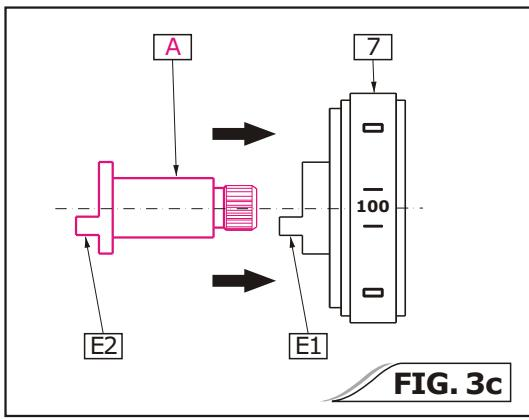

FIG. 3c
- 7) See fig. 3C: insert the temperature scale dial (7) onto the spline (S2) stem extension (A) making sure that the limiting block (E1) of the temperature scale dial (7) and limiting block (E2) of the stem extension (A) are in one axis with each other. **NOTE:** An offset of 1 tooth on the spline is allowed.
- 7) Vea fig. 3C: poner la escala (7) sobre la polichaveta (S2) de la extensión (A) así que el limitador (E1) de la escala (7) y el limitador (E2) de la extensión (A) estén en el mismo eje. **NOTA:** Se admite el desplazamiento por 1 diente en la polichaveta.